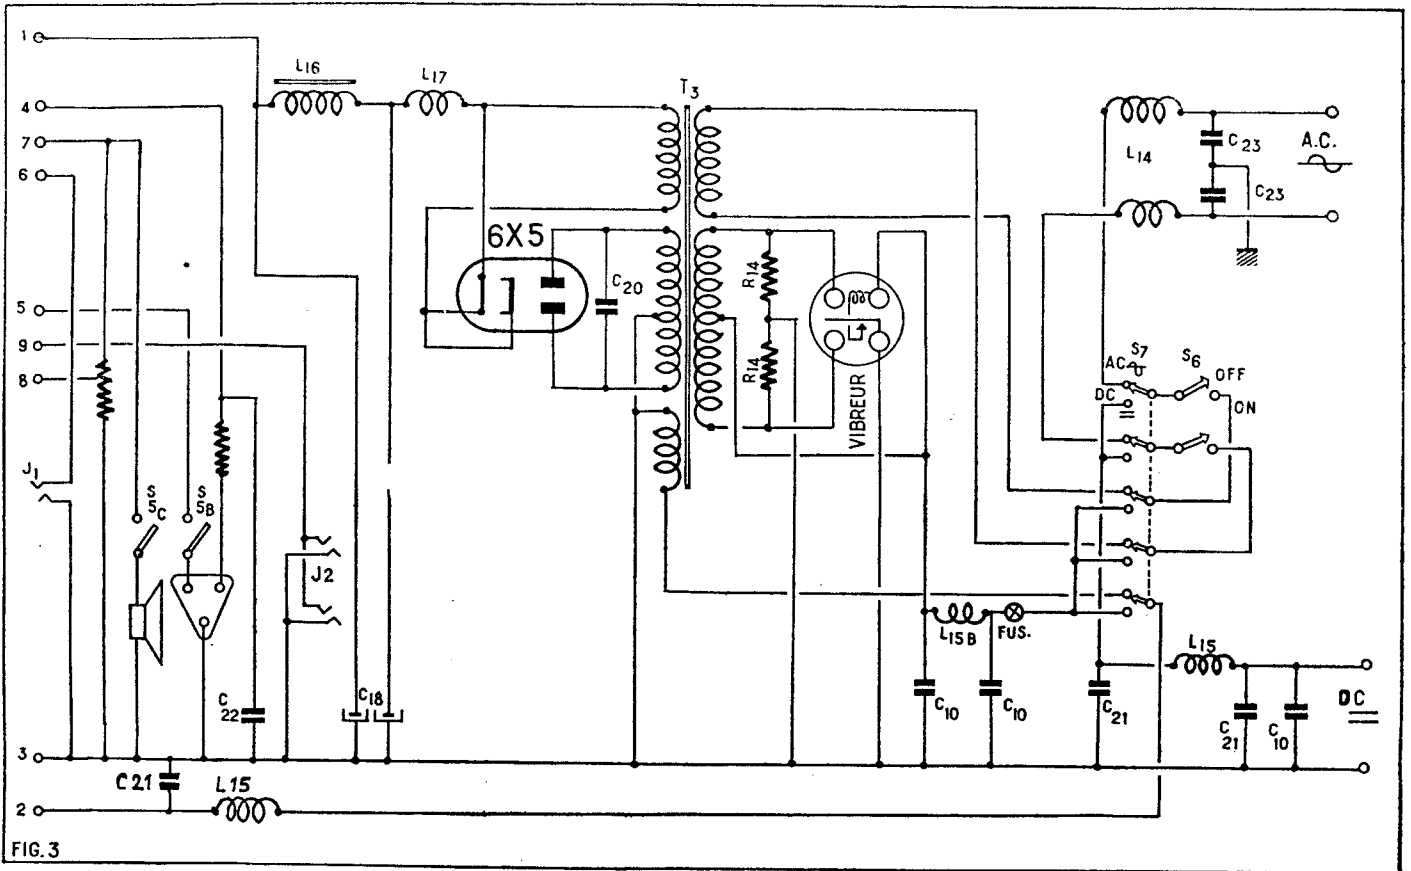

FIG. 3
Son schéma (fig. 3) est assez explicite pour nous dispenser de longs commentaires à son sujet. Le commutateur  $S_5$ , permettant de choisir entre l'alimentation sur secteur alternatif ou sur accumulateur de 12 V, se trouve à l'arrière du châssis. Remarquez cependant, et ceci est capital, que lorsqu'on veut faire fonctionner l'appareil sur secteur alternatif, il faut non seulement mettre le commutateur sur la position convenable, mais aussi mettre le vibreur hors circuit, sinon ce dernier est irrémédiablement endommagé. Les prises de raccordement au secteur alternatif (AC) ou à la batterie (DC) se trouvent sur le